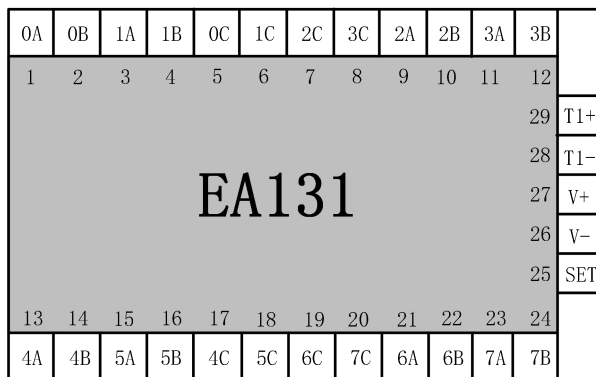

图 E-24 EA131 接线原理图
- EA131 接线原理图如图 E-24 所示, 定义了产品端子编号和逻辑符号, 供原理图设计时参考。